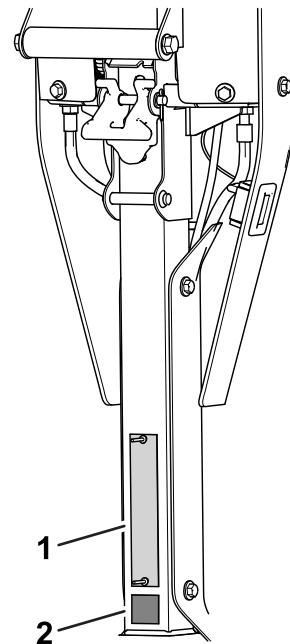

Figura 6
- Instale la pegatina CE debajo de la placa del número de serie (Figura 6).